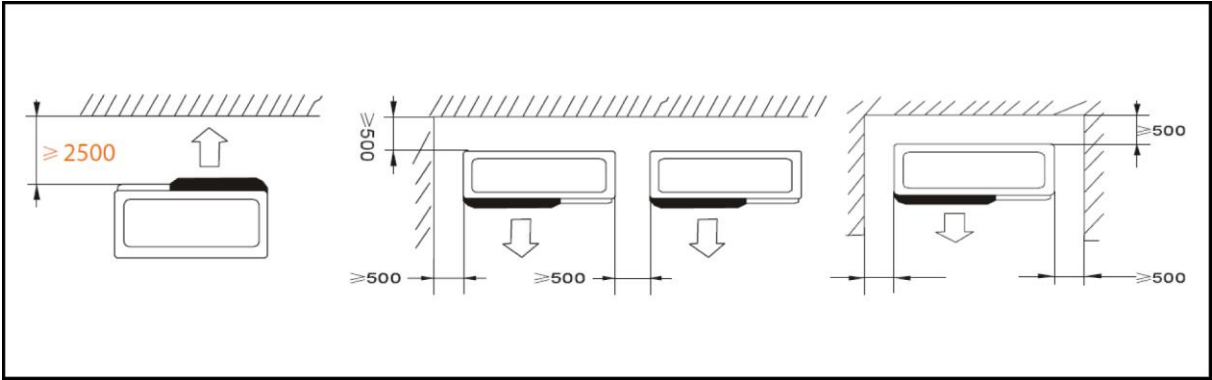

Abb. 2 (Maße in mm)
- Lassen Sie an den Seiten und an der Rückseite der Wärmepumpe einen Freiraum von 50 cm (Abb. 2).